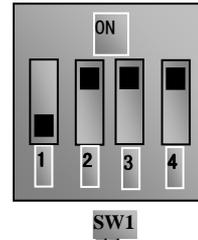

图 4-4 拨码开关
(2) 按方式键，进入编程菜单。
(3) 设置变频器的功能参数：
① 进入 F203 参数，设置为 1，选择模拟 A11，0~10V 电压端子频率设定方式；
② 进入 F208 参数，设置为 1，选择方向端子（OP5 设置为自由停机，OP4 设置为反转；OP6 设置为正转）控制运行；
(4) 对于三相变频器控制端子排附近有一四位红色拨码开关 SW1，如图 4-4 所示。拨码开关的作用是选择模拟量输入端子 A11、A12 的输入范围（0~5V/0~10V/0~20mA）。实际使用时通过 F203 来选择模拟量输入通道。按图示把开关 1 拨到 OFF 位置，3 拨到 ON 位置，选择 0~10V 电压调速。